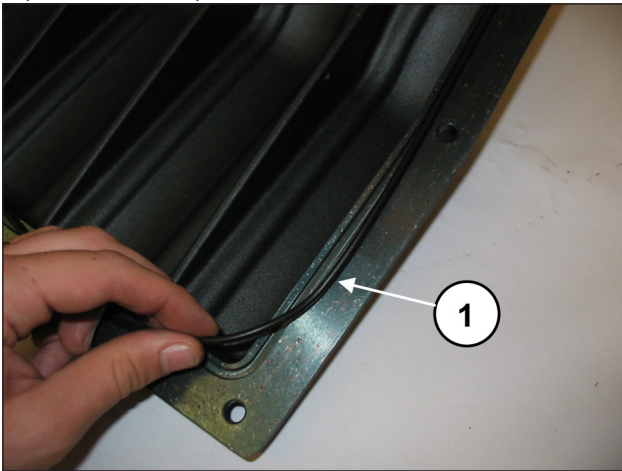
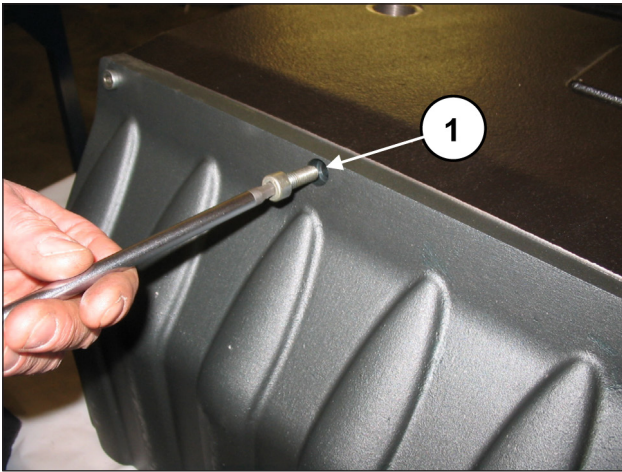

Fig. 92
Fig. 93
Insérer le joint torique dans le couvercle arrière (rep. ①, Fig. 92) et le fixer au carter à l'aide de 10 vis M8x20 (rep. ①, Fig. 93).